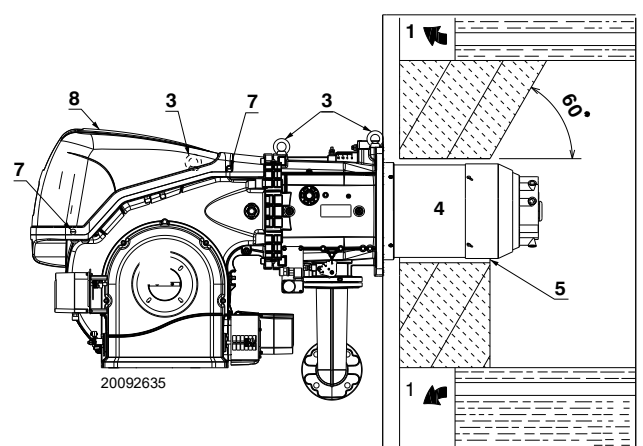

Fig. 12
Per le caldaie con giro dei fumi anteriore 1)(Fig. 12), o con camera ad inversione di fiamma, eseguire una protezione in materiale refrattario 5), tra refrattario caldaia 2) e boccaglio 4).
Predisporre un adeguato sistema di sollevamento agganciandosi agli anelli 3)(Fig. 12), dopo aver tolto le viti 7) di fissaggio del cofano 8).
- Infilare la protezione termica data a corredo sul boccaglio 4)(Fig. 12).